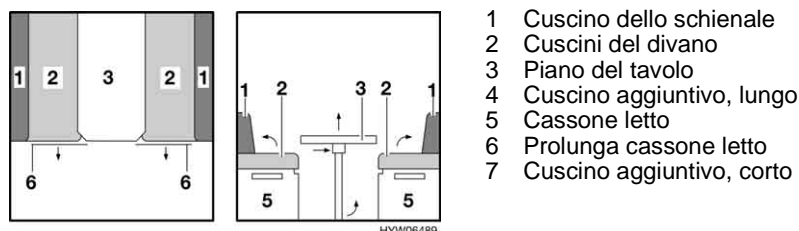

Fig. 90 Prima della trasformazione
- Sollevare leggermente il piano del tavolo (Fig. 90,3) in avanti.
- Sistemare i due cuscini del divano (Fig. 90,2).
- Riporre il cuscino destro dello schienale (Fig. 90,1).